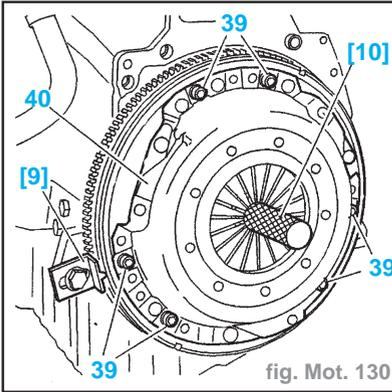

fig. Mot. 130
- le mécanisme d'embrayage (40) (fig. Mot. 130)
- les vis (39)
- Serrer les vis (39) à 2 daN.m.